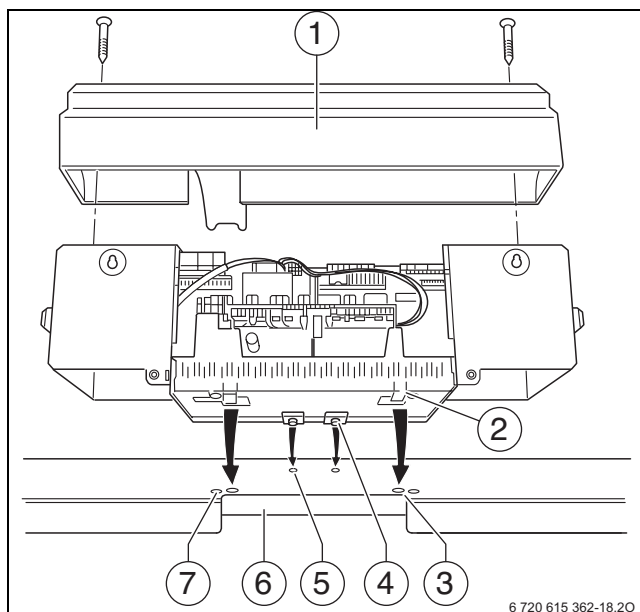

Fig. 21 Apparecchio di regolazione
Nella fig. 21 sono rappresentati l'apparecchio di regolazione e il suo pannello copertura anteriore [1] visti da dietro.
- ▶ Montare di nuovo il pannello di copertura (→ fig. 21, pag. 32) sull'apparecchio di regolazione.
- ▶ Fissare il pannello di copertura del regolatore con le viti (fig. 21, pag. 32).